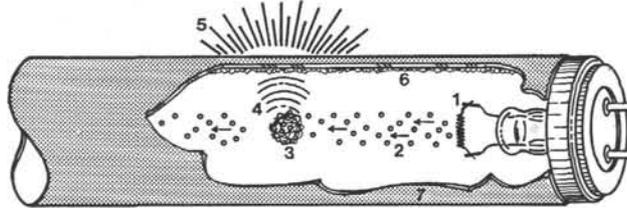

Figure 1 - Intérieur d'un tube fluorescent.
Qu'est-ce qu'une décharge électrique dans un gaz et pourquoi cela produit-il de la lumière ? Voyons sur la **figure 1** comment est constitué un tube fluorescent ordinaire (tube TL). C'est un tube de verre (7) aux extrémités duquel se trouvent des filaments (1) portés à incandescence, les électrodes. Le tube lui-même contient un mélange de gaz, vapeur de mercure et argon entre autres, et il est intérieurement recouvert d'une couche de poudre fluorescente.
Il est probable que le coup d'oeil curieux que vous avez déjà jeté au schéma de la **figure 1** ne vous a pas permis de reconnaître les deux parties du montage. Nous allons l'examiner en détail. Commençons par le générateur de dents de scie construit autour du circuit intégré IC1. Il ne s'agit en fait que d'un générateur de pseudo-dents de scie : dans une vraie dent de scie, la croissance de la tension est **linéaire**, alors qu'ici nous avons affaire à une charge et une décharge du condensateur C1. Les connaisseurs savent que ce phénomène suit une courbe dite exponentielle*. Il n'en reste pas moins que la forme d'onde obtenue est presque assimilable à une dent de scie et qu'elle est parfaitement utilisable pour notre montage.
Figure 1 - Le générateur de bruit de vagues est constitué d'un générateur de (pseudo) dents de scie (IC1), d'un générateur de bruit (T2) et d'un amplificateur (IC2). La tension en dent de scie commande le gain de l'amplificateur par l'intermédiaire du transistor à effet de champ T1.